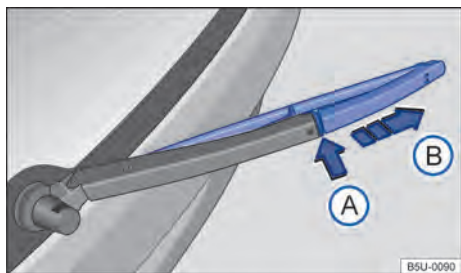

Fig. 153 Substituir a palheta do limpador do vidro traseiro.
- Manter a tecla de destravamento → Fig. 153 ❶ pressionada.
- Retirar a palheta do limpador do vidro traseiro no sentido da seta ❷.